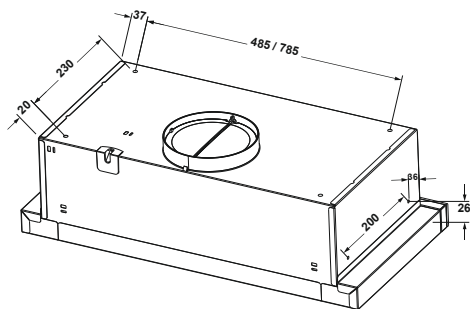

Рис. 4
**6.5** Чтобы установить вытяжку в кухонном шкафу, сделайте 4 отверстия диаметром 6-7 мм в нижней полке шкафа в соответствии с рис. 4. Закрепить вытяжку с помощью 4 винтов M5x3 (рис. 4.1).
**6.6** Подсоедините барботер к выходу турбины (с переходником трубы барботера  $\varnothing 150 \times 120$  мм). Снимите другой конец барботера в вентиляционную шахту (Рис. 4 / 4.1).